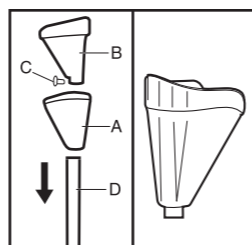

Figura 14
Insira a capa (A) do adaptador no tubo metálico prata (D) até o tubo metálico preto. Depois coloque o adaptador (B) no tubo metálico prata, alinhando os furos do adaptador (B) com os furos do tubo metálico prata, para assim fixar o parafuso (C) deixando o adaptador preso junto ao tubo metálico. Após o adaptador (B) estar fixado com o parafuso no tubo metálico prata, suba a capa (A) encaixando-a no adaptador, até ouvir o "CLIC" (figura 14).